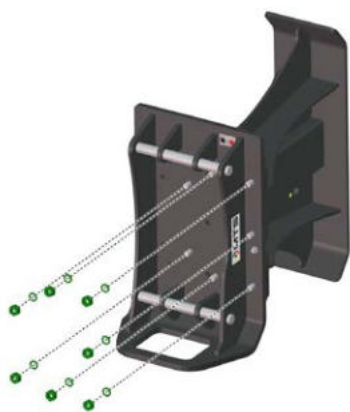

Abbildung 15: Muttern und Schrauben demontieren
- Das Anbauwerkzeug in die Ablageposition (siehe Kapitel 5.3, Seite 8) bringen und alle Muttern und die darunterliegenden Scheiben mit einem geeigneten Werkzeug lösen und entfernen (siehe Abbildung 15, Seite 11).